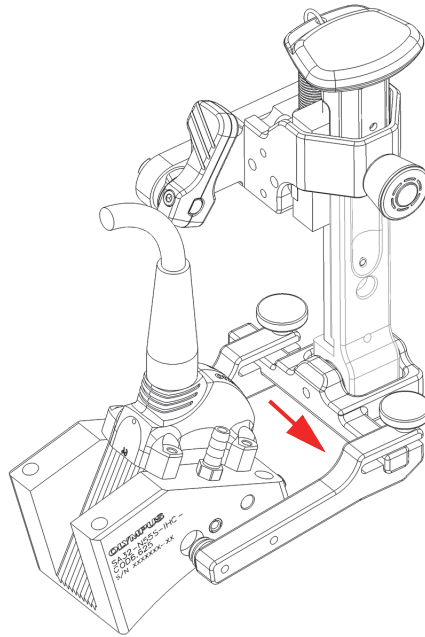

图 2-18 滑动轭臂
1. 拧松轭臂的拇指螺钉，然后向外滑动一个轭臂，使其达到轭臂旋转梁的端部位置（参见第54页的图 2-18）。